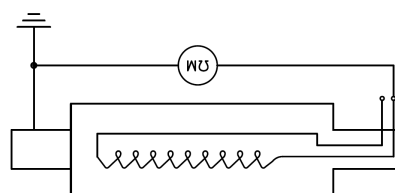

Figure 2
- **Bobinages des rotors** : mesurer la résistance d'isolation entre une borne du bobinage du rotor principal sur le pont redresseur et la masse du rotor (arbre). (voir **figure 2**)